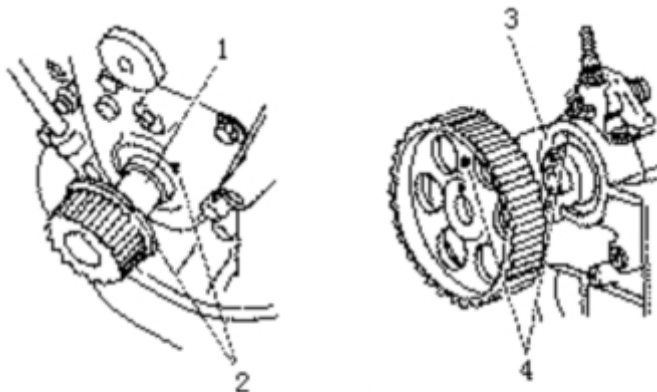

图 3-28 配气正时记号
(1) 确认配气正时记号。拆卸凸轮轴总成前应仔细观察曲轴和凸轮轴正时齿轮的配气正时记号，尤其是在缺少资料的情况下，更有必要。配气正时记号的一般规律是：对于同步齿形带传动或链传动的配气机构，配气正时记号通常则分别制在正时同步齿形带轮（或链轮）和其后侧静止不动的壳体件上（图 3-28）。(2) 调整配气正时。安装时只要使曲轴和凸轮轴的正时同步齿形带轮（或链轮）上的正时记号分别和其后侧壳体上的记号对准，然后再安装同步齿形带（或链条），即可保证配气正时。对于齿轮传动的配气机构，配气正时记号一般都打在齿轮上，但也有分别打在正时齿轮和正时齿轮室上的。